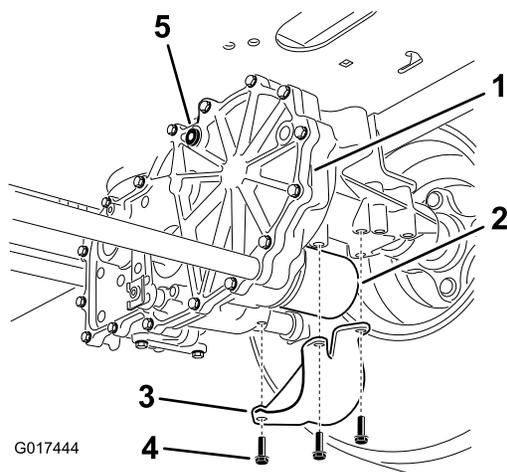

Рисунок 70
4. Знайдіть фільтр і захисні елементи на кожній системі приводу коробки передач (Рисунок 70).
5. Зніміть 3 гвинта, що закріплюють захисні елементи фільтра і захисний елемент (Рисунок 70).